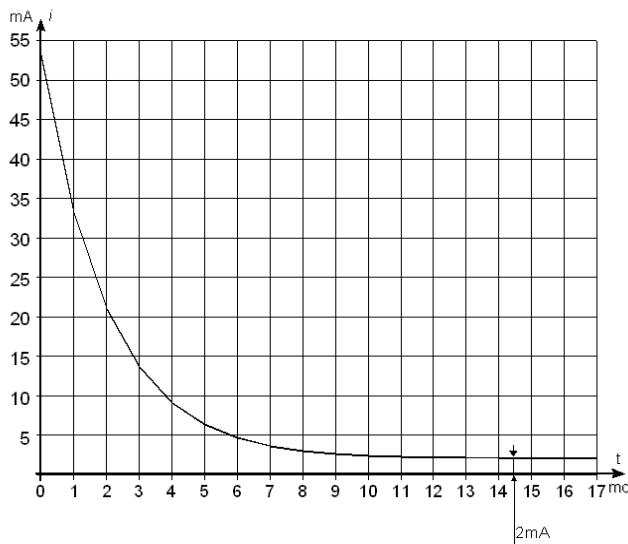

Рисунок 1.3 – Импульс входного тока при подаче напряжения на дискретный вход
- цепи формирования импульса тока для «разрушения» оксидной пленки внешних контактов (опция) – см. рисунок 1.3;